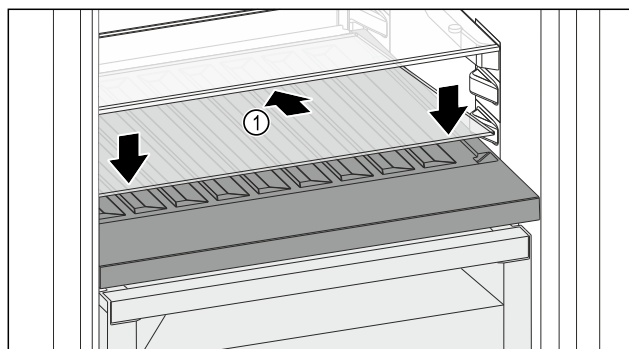

Fig. 188
- Postavite staklenu ploču Fig. 188 (1) ukoso, nagnutu straga prema dolje.
- Staklenu ploču Fig. 188 (1) podignite sprijeda.